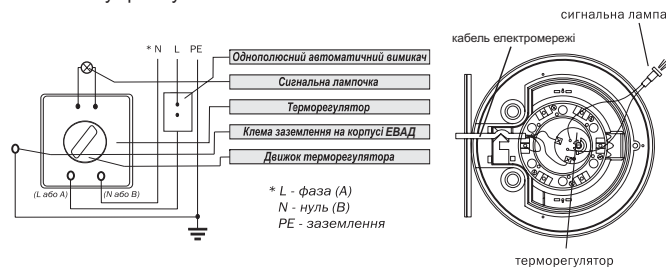

Рис. 6. Схема електрична
- встановити однополюсний автоматичний вимикач у безпосередній близькості від ЕВАД, виключивши попадання на нього вологи (Рис. 6). Відстань між контактами не менш ніж 3 мм;
- під'єднати дроти заземлення до клеми, яка позначена знаком \perp (Рис. 6);
- інші дроти під'єднати до контактів терморегулятора у відповідності з позначками на клемі (L - фаза, коричневий, N - нуль, синій) (Рис. 6);